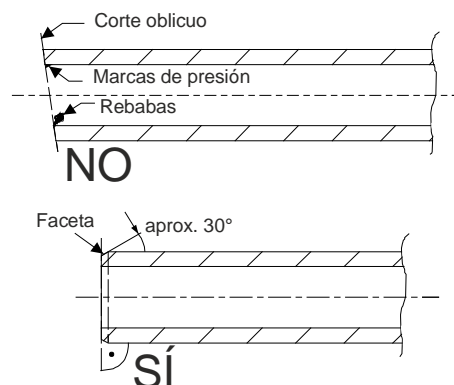

Fig. 20 Corte del tubo
- Los tubos se cortarán con un cortatubos a la medida adecuada. Los cortes deben realizarse en ángulo recto respecto al eje del tubo. Deben retirarse las rebabas que pudieran aparecer (**Fig. 20**).
- Los extremos de cada segmento de tubo deben achaflanarse ligeramente con una herramienta adecuada, por ejemplo, un pelatubos (faceta), **Fig. 20**.